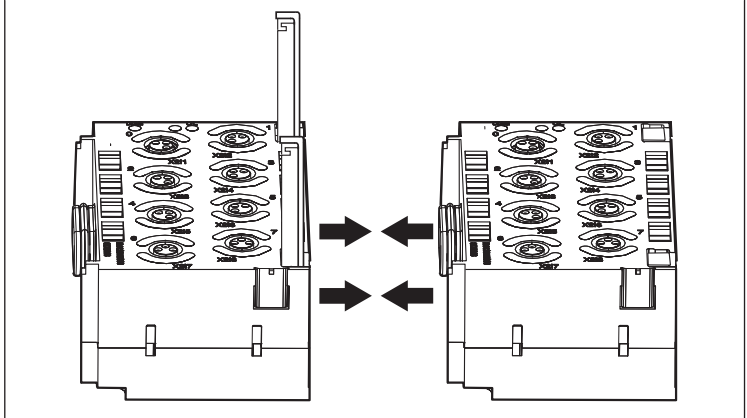

Bild 10: Sätt ihop modulerna
4. Placera den nya I/O-modulen på monteringsytan och skjut på den åt höger på enheten (se Bild 10: Sätt ihop modulerna).
4. Placera den nya I/O-modulen på monteringsytan och skjut på den åt höger på den sista I/O-modulen (se Bild 10: Sätt ihop modulerna).